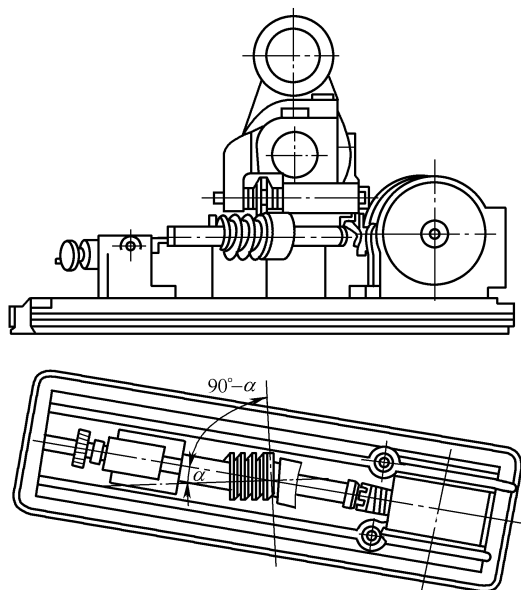

图 3-59 用横刀架铣削蜗杆
① 采用横挂架铣头铣削蜗杆轴。铣削蜗杆可视为铣加工的一种特殊斜齿轮。但由于蜗杆螺旋线与轴线的夹角较大，工作台必须回转 $90^\circ-\gamma$ 的角度。其值远远大于万能卧式铣床所能回转的 $\pm45^\circ$ ，所以铣削蜗杆只能采用横挂架铣头（横铣头或称横刀架），使铣刀的平面与工作台横向进给的方向相同，即在原有的位置上转过 $90^\circ$ ，再回转纵向工作台，即可使铣刀的旋转平面与蜗杆的齿槽一致（见图3-59）。
② 合理选用铣刀。蜗杆铣刀应根据蜗杆截形来选择，本例工件是轴向直廓，法向齿形并非直线，要铣削精确需用成型铣刀。但由于铣削是磨削前粗加工，所以可选用普通的齿轮盘铣刀。铣刀的模数和压力角严格地讲，应根据蜗杆的法向模数和法向压力角来确定。而该蜗杆螺旋导程角 $\gamma$ 仅为 $9^\circ27'44''$ ，两者的模
架铣头（横铣头）装夹铣刀进行加工（见图 3-59）。